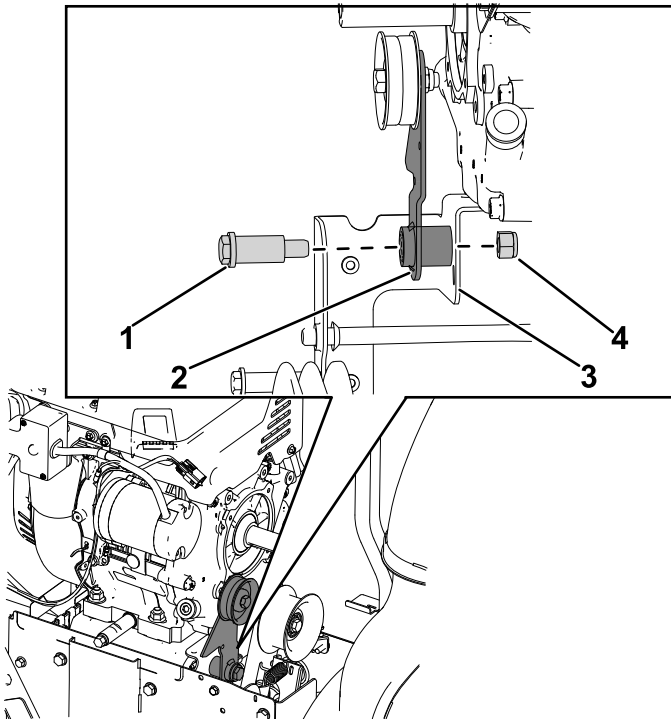

Bild 9
3. Entfernen Sie die Mutter (7/16") und die Ansatzschraube (7/16" x 1 3/4"), mit denen der Antriebsscheibenarm an der Halterung der Bremskupplung befestigt ist (Bild 9).